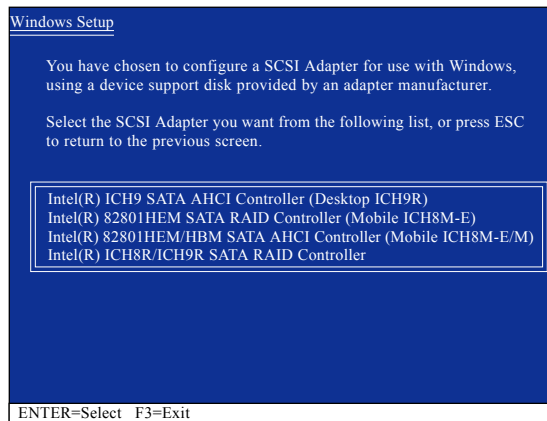

図 3
セットアップがフロッピーディスクの Intel ICH9R SATA RAID/AHCI ドライバを正しく識別したら、以下の図 3 のようなコントローラメニューが表示されます。矢印キーを使用して、表示されたアイテムを 1 つ選択し、<Enter> を押します。BIOS セットアップの SATA RAID/AHCI Mode アイテムを RAID モードに設定したら、Intel(R) ICH8R/ICH9 SATA RAID Controller (Desktop ICH9R) を選択します。(AHCI モードの場合、Intel(R) ICH9 SATA AHCI Controller (Desktop ICH9R) を選択します)。